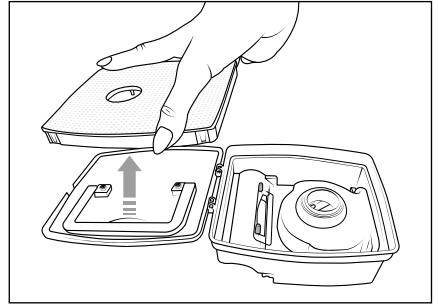

Fig. 9
- 4) Tag EPA-filteret **7** af dækslet til støvbeholderen **12** (se fig. 9).